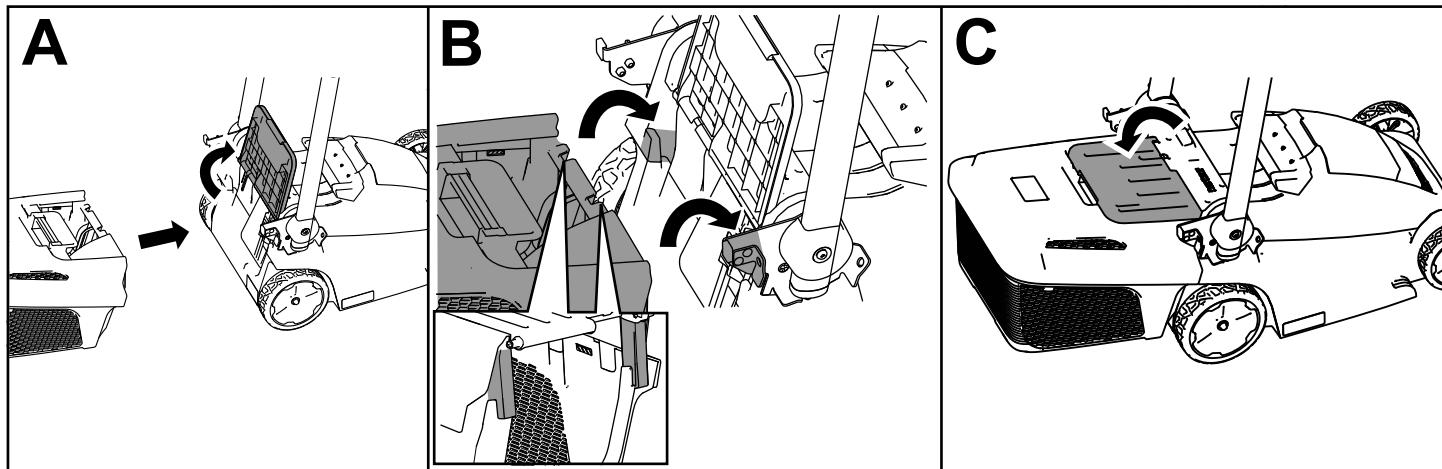

Figura 14
- Move a pega para a posição vertical e levante o defletor traseiro (A de Figura 14).
- Instale os ganchos da caixa de relva nas ranhuras na traseira da máquina (B de Figura 14).
- Deixe o defletor traseiro ficar apoiado na caixa (C de Figura 14).